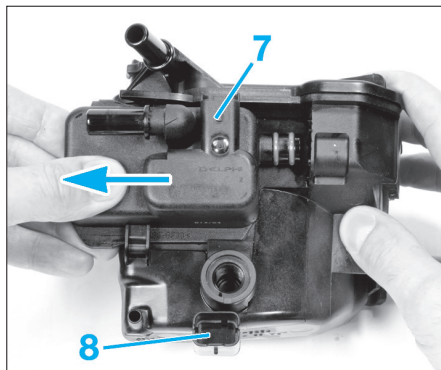

Fig. 59
- Débrancher le connecteur (7) du réchauffeur (Fig.59).
- Déposer du filtre à gazole, le détecteur d'eau et le réchauffeur (8).